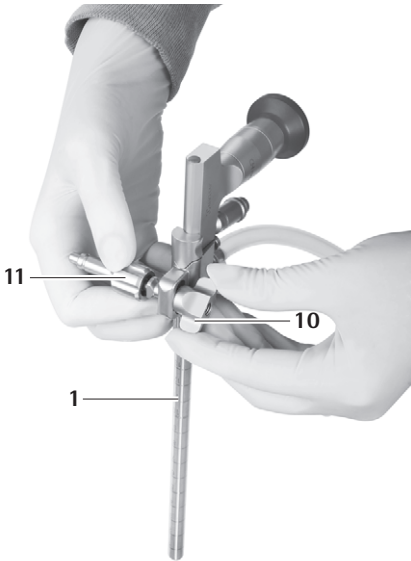

Abb. 19
- ▶ Flügelmutter **10** aufschrauben bis Haltearmadapter **11** fixiert ist, siehe Abb. 19. MINOP InVent-Trokar **1** ist für die Adaption am Haltearm bereit.